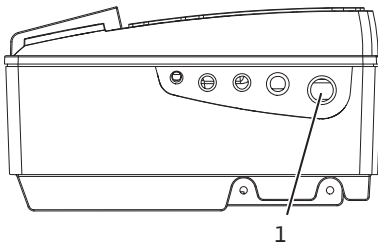

Fig. 18: Prensaestopas M25
- La conexión eléctrica debe realizarse a través de un cable fijo de alimentación eléctrica (sección mín. $4 \times 2,5 \text{ mm}^2$, máx $4 \times 6 \text{ mm}^2$) provisto de un enchufe o de un interruptor para todos los polos con una abertura de contacto de al menos 3 mm. Se ha de guiar el cable de alimentación eléctrica a través del prensaestopas (Fig. 18 pos. 1) M 25.